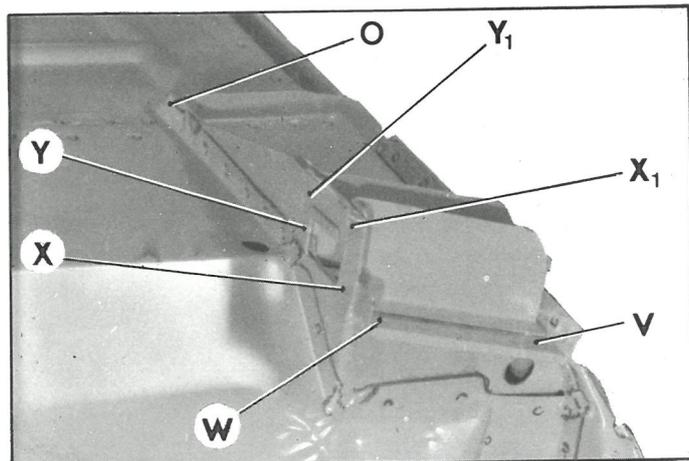

Fig. 10
- en VW (fig. 10)
- en XX1 (fig. 10)
- en YY1 (fig. 10)